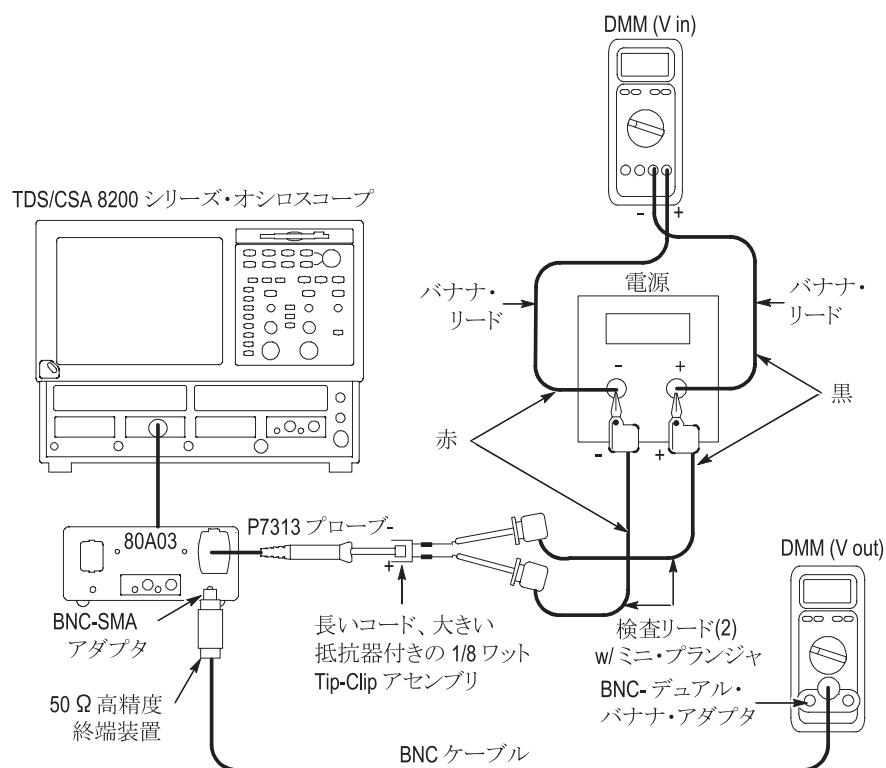

図 12：プローブ入力に対して電源の極性を反転
6. 図 12 に示すように、電源の 2 本のバナナ・リードを入れ替えて、プローブ入力に加える電圧の極性を反転させます。